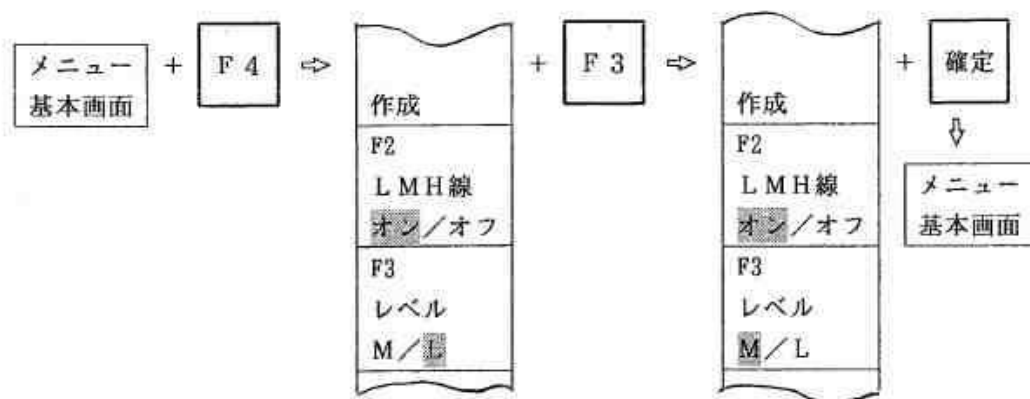

図 9.3.12 L検出レベルからM検出レベルへの切替えの手順
- ① 選択キー【F4】を1回押すと図 9.3.12 の選択メニューが表示されます。このメニューの【F3】の項を見ると、【L】の部分にカーソルがあります。
- ② 【M】に切り替える場合には、選択キー【F3】を1回押します。カーソルが【M】に移りますからそれを確認して確定キーを1回押します。